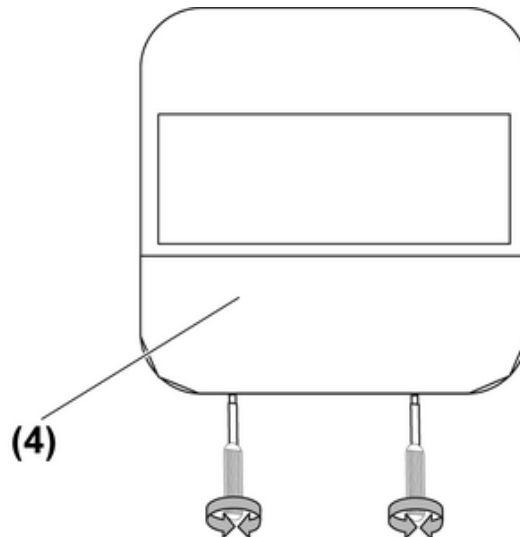

Bild 12: Schiebeschalter entfernen
- Schiebeschalter (4) entfernen. Dazu mit einem Schraubendreher in die dazu vorgesehenen Aussparungen greifen (Bild 12).